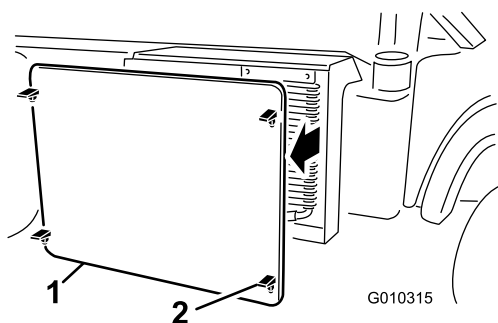

Figura 61
2. Sganciate e togliete la griglia del radiatore dalla parte anteriore del radiatore (Figura 61).